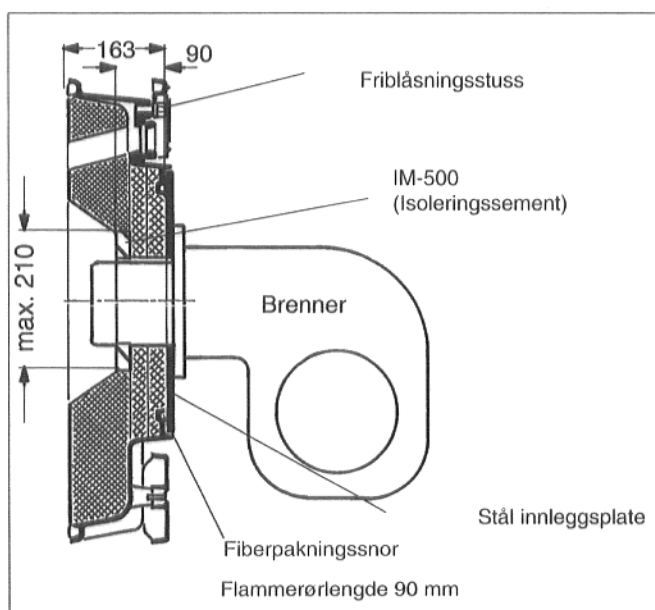
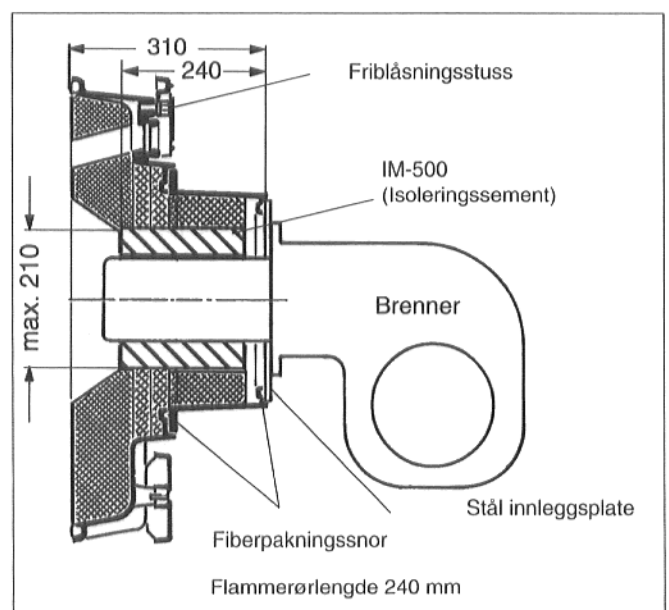

Fig. 29 Brennerdør 11-18 elementer
Fig. 30 Brennerdør 9-10 elementer
- Brennerrøret rulles inn i bølgepapp eller liknende og bindes fast. Monter brennerrøret og fyll spalten som blir tilovers mellom brennerdørisolasjonen og brennerrøret med medlevert isoleringssement (fig. 29, fig. 30).
- Friblåsningsstussen til inspeksjonsglasset forbindes med brenneren (fig. 29, fig. 30), slik at inspeksjonsglasset holdes fritt for avleiringer.